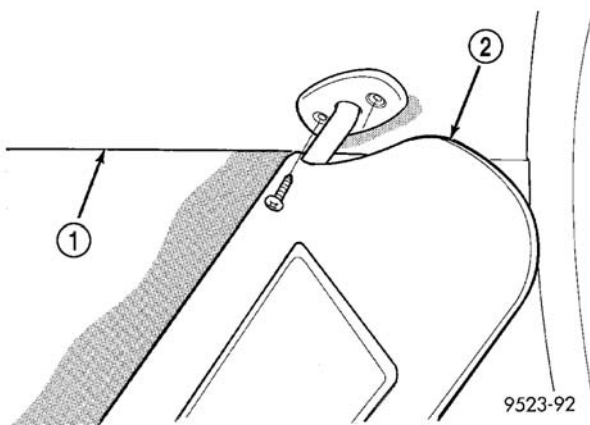

图 15 遮阳板
- （2）拆卸将遮阳板固定至车顶的螺钉（图 15）。
- （4）安装螺钉，将遮阳板固定至车顶（图 15）。